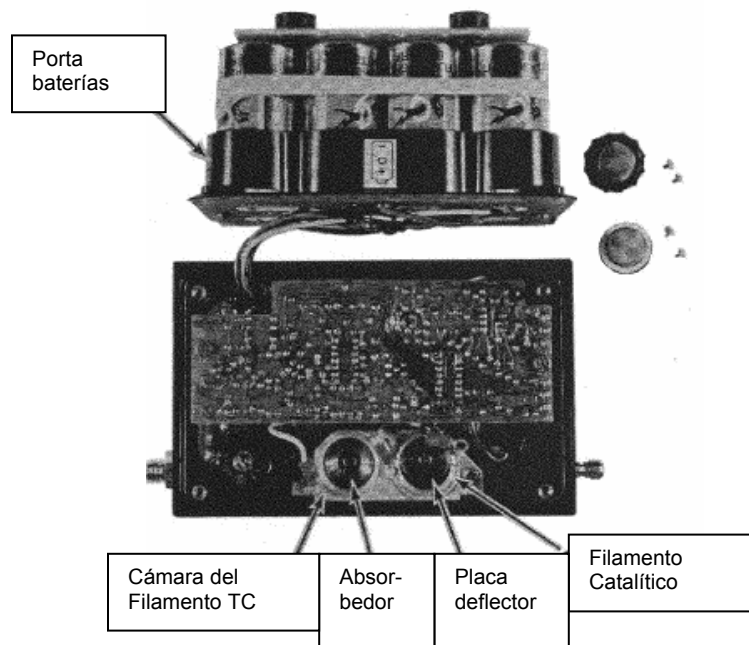

Figura 4-4. Localización de Partes en Cámaras de Filamentos
8. Afloje el tornillo que aseguran el absorbedor (parte en forma de cavidad) en la cámara del filamento TC, Figura 4-4, y quite el absorbedor y el tornillo.
12. Afloje el tornillo del plato deflector de seguridad (parte en forma de disco) en la cámara del filamento catalítico, Figura 4-4, y quite el deflector y el tornillo.